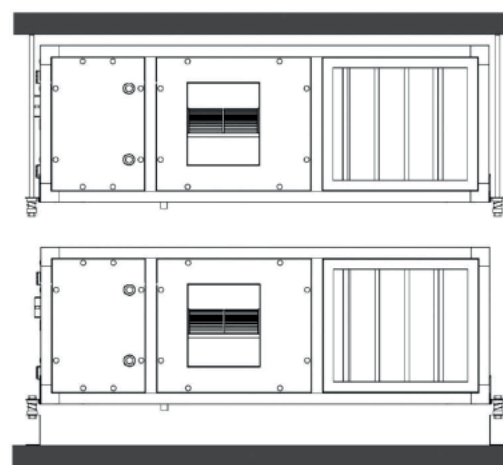

Fig. 1
- Das Gerät auf einer stabilen, dem Maschinengewicht entsprechenden Struktur aufstellen; zwischen Gerät und Tragekonstruktion stets geeignete flexible und schwingungsdämpfende Elemente vorsehen (siehe Abb. 1). Starre Anschlüsse vermeiden, da sie Vibrationen mechanisch übertragen können.
- *Placer l'unité sur une structure solide adaptée au poids de la machine ; toujours interposer des systèmes flexibles et amortissants appropriés entre l'unité et la structure de support (voir fig. 1). Éviter les raccordements rigides, source de transmission mécanique de vibrations.*